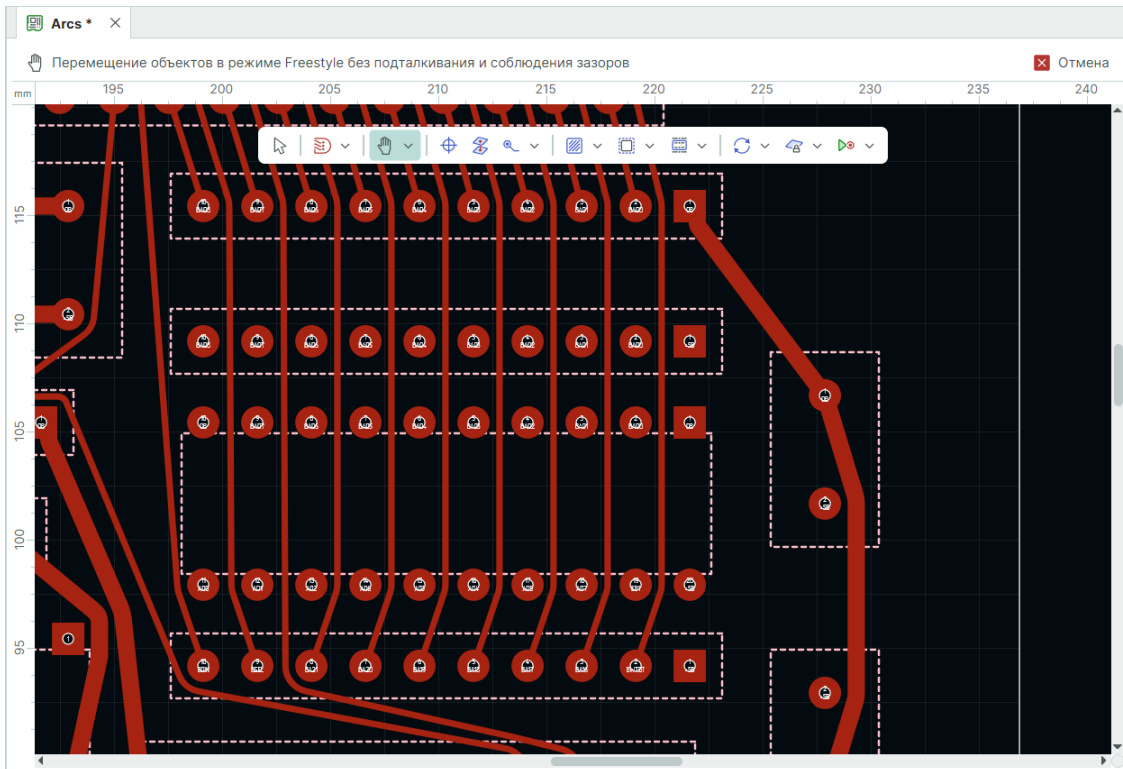

Рис. 411 Перемещение проводников в режиме Freestyle
1.3. После отпускания кнопки мыши выделенный проводник и проводники перед ним будут переброшены за контакты, см. Рис. 411.